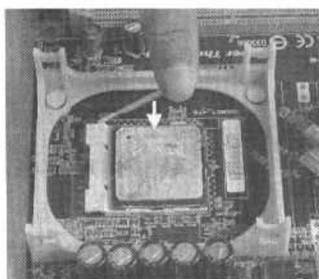
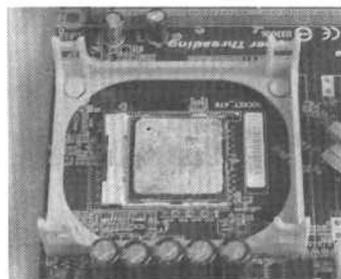

图 1-14 将 CPU 插座侧面的手柄压下
图 1-15 CPU 插槽侧面手柄复位的效果
- ⑦ 用手轻轻地把 CPU 插座侧面的手柄压下，如图 1-14 所示。直到将手柄恢复至原位即可，如图 1-15 所示。